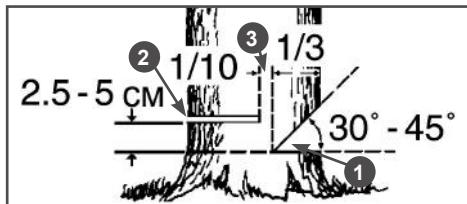

Рис.12 Расположение запила, пропила и недопила
8. Выберите направления падения дерева, для этого следует учсть силу и направление ветра, естественный наклон дерева, равномерность распределения веток в кроне дерева. Начните пилить с той стороны дерева, куда оно должно упасть (Рис.12).
Ни в коем случае не допиливать до конца недопил (3) Рис.12, так как вы не сможете контролировать направление падения дерева.